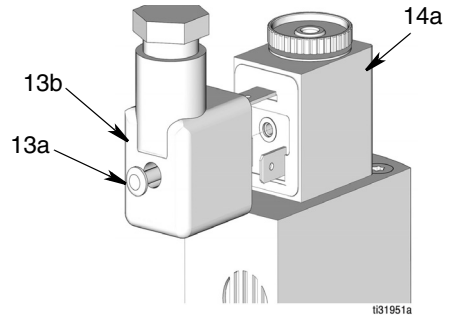

FIG. 10
14. Vuelva a conectar el conector DIN (13b) al conector del solenoide (14a) (FIG. 10).
15. Apriete el tornillo (13a) en la parte trasera de la conexión del solenoide mini DIN (13b) (FIG. 10).